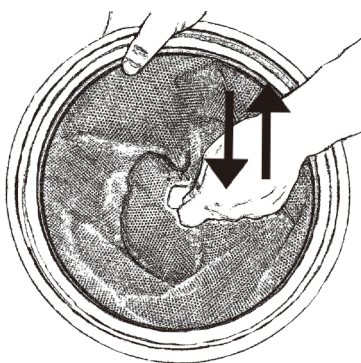

Fig. 21
2. Ta inte ut filtret ur behållaren. Skaka det i stället lätt inuti behållaren så att det damm som filtret innehåller faller ned i behållaren. Detta utförs genom att ta tag i remmen på filtret och snabbt flytta filtret uppåt och neråt, så som visas i Fig. 21.